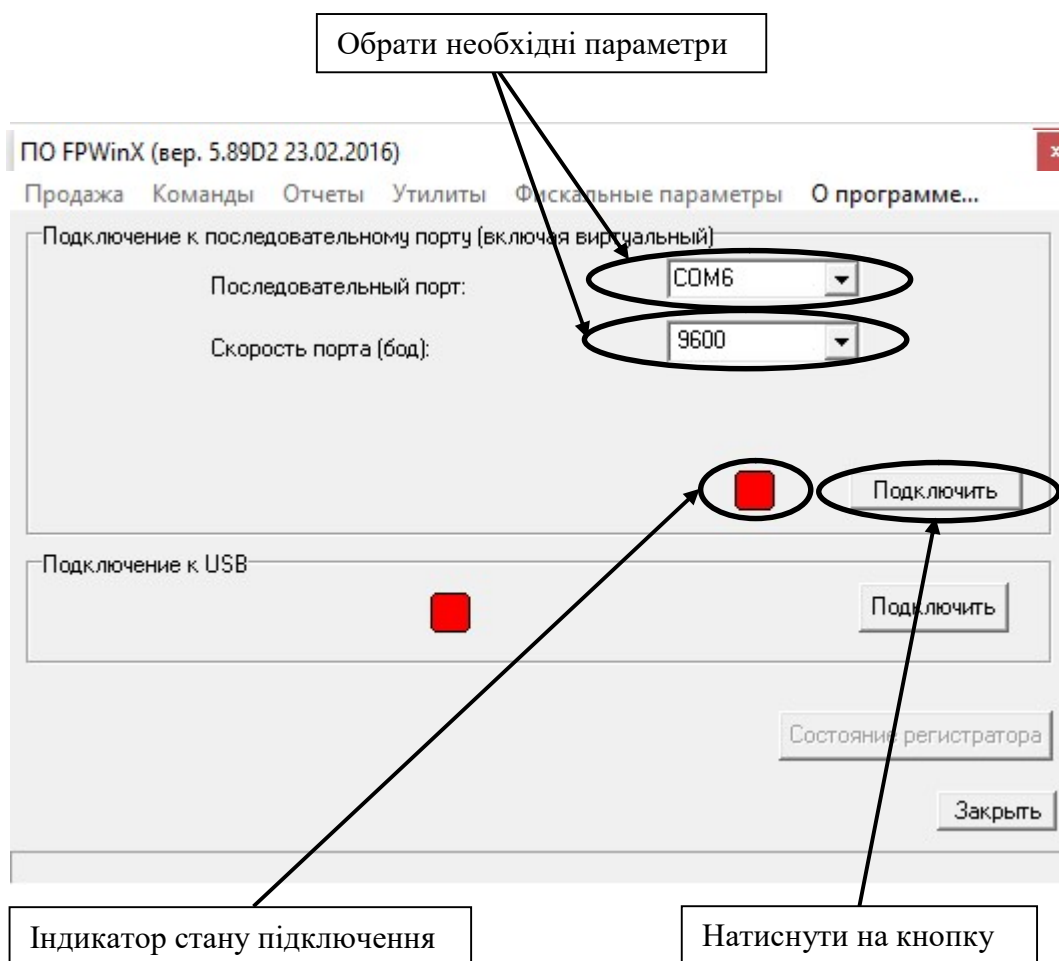

Рисунок 40
- запустити програму «FPWinX.exe». З'явиться вікно (рисунок 40).